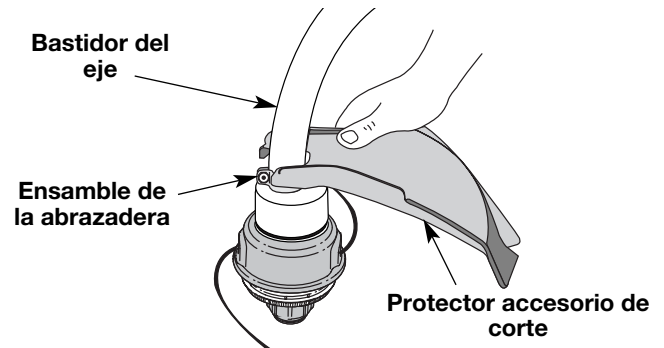

Fig. 3
1. Coloque el protector accesorio de corte sobre el bastidor del eje sobre el ensamble de la abrazadera (Fig. 3)